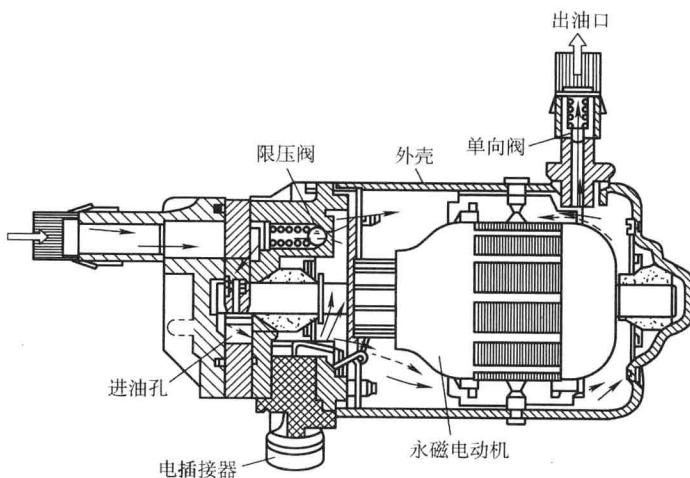

图1-3 燃油泵结构
(1) 是否有电控燃油泵（图1-3）工作的声音 起动前打开燃油箱盖，如电控燃油泵控制系统正常，而点火系统有故障，在起动时在燃油箱盖处应最少能听到燃油泵工作2s的泵油声音。如起动时听不到燃油泵的工作声，应检查燃油泵的继电器、熔丝和与其相关的电路，如上述均没有问题，说明故障在控制单元。